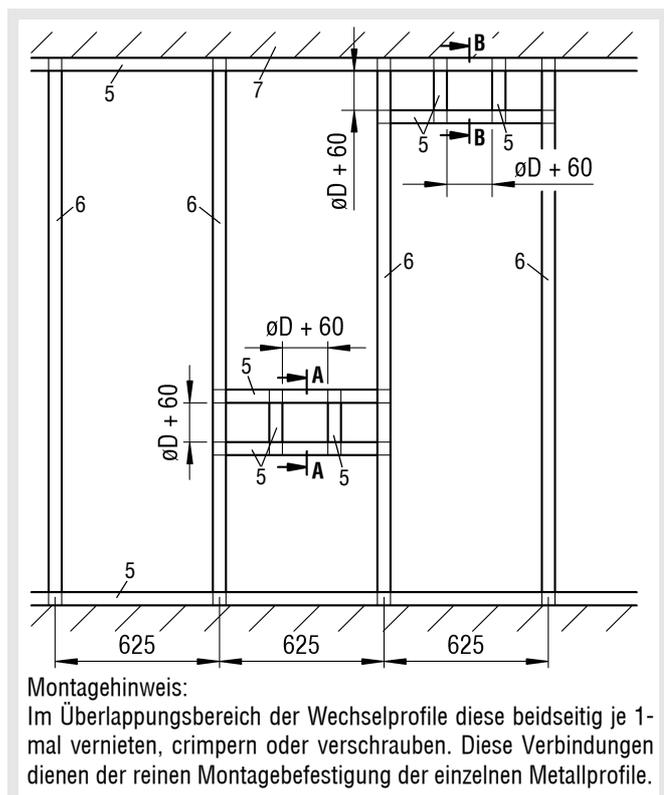

Abbildung 24: Metallständerwerk mit erforderlichen Auswechslungen für BSK-RPR 100 - ≤ 250 (Nasseinbau)
- Metallständerwerk und Wand gemäß den Angaben des Wandherstellers herstellen und Auswechslungen entsprechend der Abbildung 24 vorsehen.
- Metallständerwerk und Wand gemäß den Angaben des Wandherstellers herstellen und Auswechslungen entsprechend der Abbildung 24 vorsehen. Vor der Anbringung des für den umlaufenden Metallprofilrahmen notwendigen UW-Profiles (Pos.5) im Deckenbereich ist ein Mineralwollestreifen ca. 50x40 mm (Pos.4) in das UW-Profil an der Decke einzubringen.